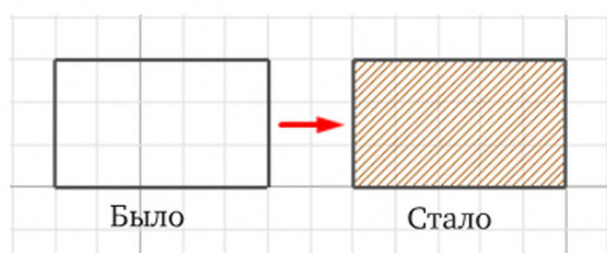

Рис. 6.15
3. Указать курсором точку внутри штрихуемой области и щелкнуть левой кнопкой «мыши» (рис. 6.15).